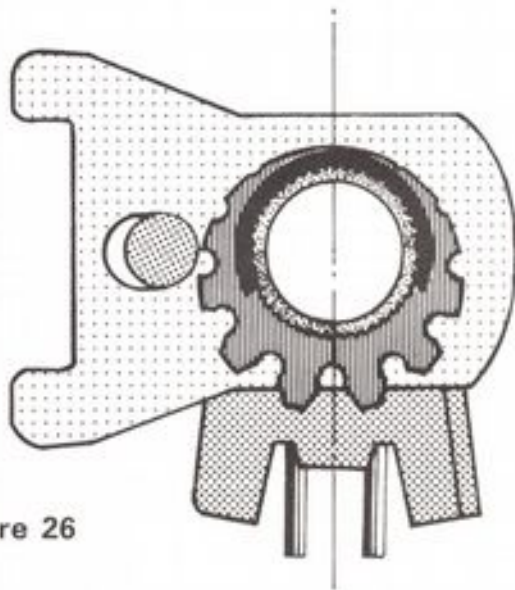

Figure 26
- Monter le pignon sur le manchon (figure 26) après avoir placé la plaque cliquet, le ressort.